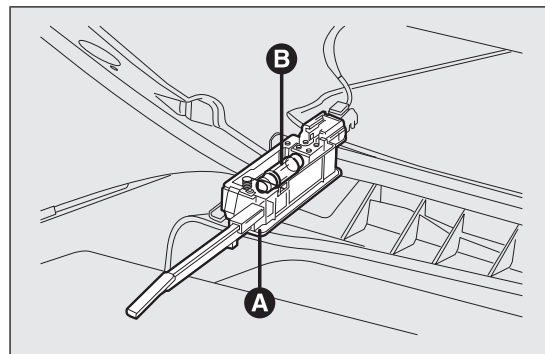

fig. 162
- ☐ ouvrir la boîte à gants et extraire le plafonnier A fig. 162 ;